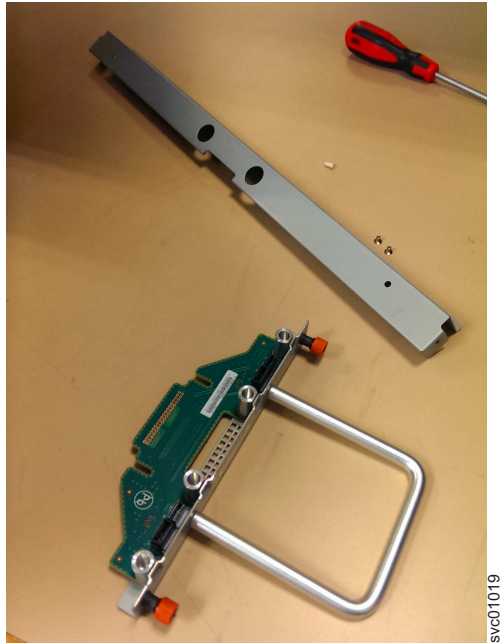

Figura 103. Peças da FIB para o chassi
1. Monte a nova FIB, a tampa e seus respectivos parafusos (mostrados em Figura 103 na página 110) em um local seguro.